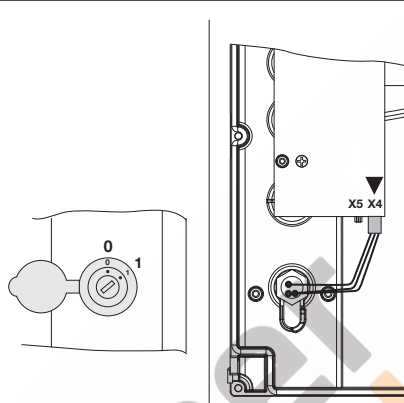

Abb. 6-27: Aansluiting van het miniatuurslot, binnenzijde deksel, van X5 naar X4 inpluggen
1. Open de besturing en plug de aansluiting van het miniatuurslot aan de toetsenbordprintplaat in het deksel (zie afb. 6-27).